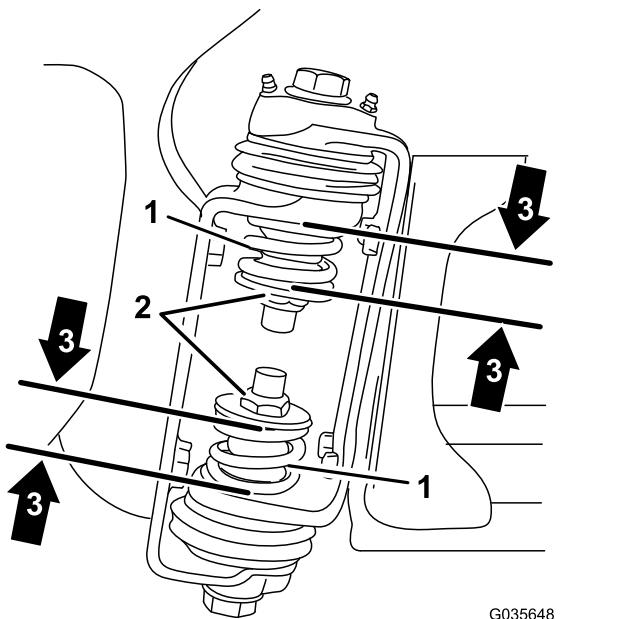

Рисунок 5
- На шарнире секции измерьте степень сжатия верхней и нижней пружин, пока секции находятся в выдвинутом положении (Рисунок 5).